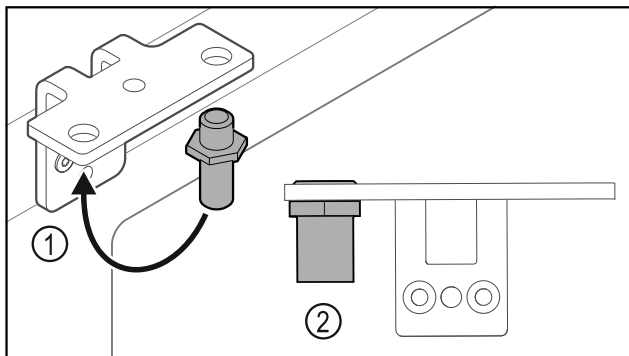

Fig. 36
- ▶ Přesaďte čep Fig. 36 (1) v úhelníku závěsu.
- ▶ Utáhněte čep Fig. 36 (2) **utahovacím momentem 12 Nm**.